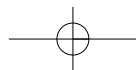

Fig. 1
5. Bestandteile**5.1 Basisstation (Empfänger)****A: Display-Anzeige (Fig. 1):****Display oben**
B: Tasten (Fig. 1):
C: Gehäuse (Fig. 1+2):